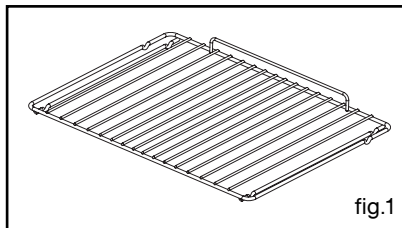

fig.1
- Pour plus de stabilité, fixez le four dans le meuble par 2 vis au travers des trous prévus à cet effet sur les montants latéraux (fig.1).
- **Grille sécurité (fig.1)**